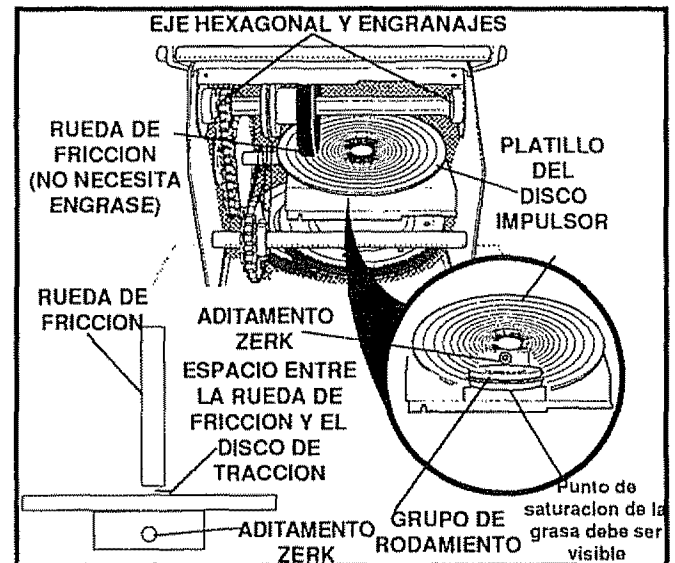

FIG. 18
- Sistema de transferencia de peso - Recubra la placa de transferencia de peso (Vea Fig. 18) con grasa tipo adherente, tal como Lubriplate, cada diez (10) horas y antes del almacenamiento.
- Disco de tracción - Utilice grasa Moly para alta temperatura y presión (Hi Temp EP Moly), y un engrasador manual, para engrasar el aditamento zerk colocado debajo del disco (vea la llamada interna en la Fig. 18) cada 25
- Eje de transmisión y engranajes - Por medio del uso de una pistola de engrase manual, lubrique el zerk del conjunto del husillo, el eje de transmisión y conjunto de engranajes y el eje de transmisión hexagonal (Fig 18) una vez al año.
NOTA: Para almacenamiento, el eje de transmisión hexagonal y engranajes deben limpiarse con aceite de motor 5W30 para prevenir la oxidación (Véase la Fig 18)